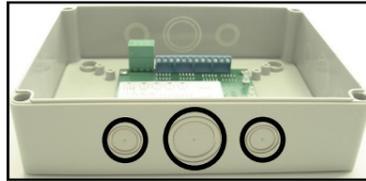

Figura 7 - locazione delle entrate removibili prestampate per i cavi esterni
3. La scatola del multi-modulo è progettata con tre entrate removibili prestampate, presenti su tutti i lati, che permettono ai cavi del loop e dei dispositivi ausiliari, isolati ed assieme ad adeguati premistoppa, di essere connessi al multi-modulo stesso, e, allo stesso tempo, di preservare il suo grado di IP nativo (figura 7). Assieme ai premistoppa ai cavi.